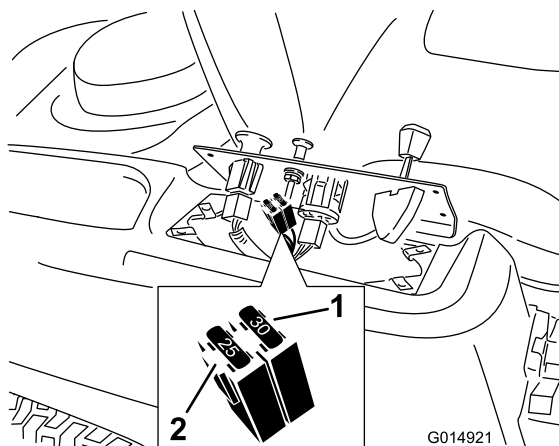

Figure 39
2. Soulevez le panneau de commande pour accéder au faisceau de câblage principal et au porte-fusibles (Figure 39).
3. Pour remplacer un fusible, tirez dessus pour l'enlever (Figure 39).